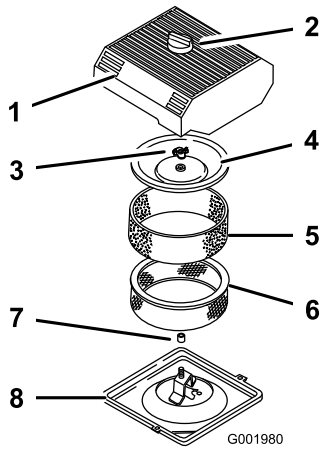

图 40
3. 清洁空气滤清器的周围防止灰尘进入发动机并导致损害 图 40。
4. 松开空气滤清器盖上的旋钮取下滤清器盖 图 40。
5. 小心将泡沫滤芯滑出纸质滤芯 图 40。
6. 拧下护罩螺母取下护罩和纸质滤芯 图 40。
1. 小心将泡沫滤芯滑落到纸质空气滤清器滤芯上 图 40。
3. 安装护罩螺母用手指拧紧护罩 图 40。
4. 安装空气滤清器盖和旋钮 图 40。